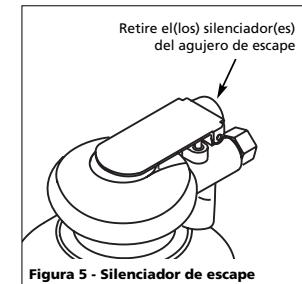

Figura 5 - Silenciador de escape
3. Retire el silenciador de espuma del escape (vea la Figura 5) y lávelo con agua jabonosa tibia. Deje que el silenciador se sequé al aire antes de volverlo a instalar. Cambie el silenciador si es que no puede limpiable adecuadamente.